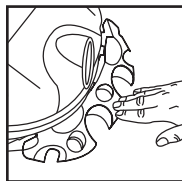

FIGURE 10
10. Appuyez vers le bas, au centre du porte-outils, jusqu'à ce que les ongles se bloquent contre la partie inférieure du couvercle. **FIGURE 10.**